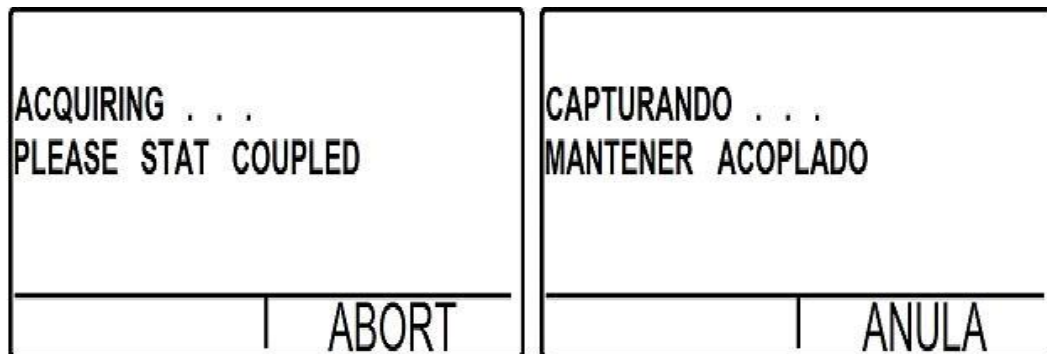

Figura 12: Pantalla indicando que está registrándose información.
- k. Al acoplar el transductor el instrumento registra información y automáticamente la pantalla aparece momentáneamente como se muestra en la Figura 12.